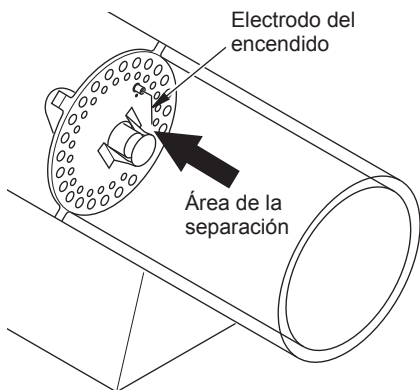

Figura 14 - Distancia mínima entre el electrodo del encendido y la placa de fijación
7. Ajuste la distancia entre el electrodo del encendido y la placa de fijación a 4.3 mm (0.17") (consulte la figura 14).